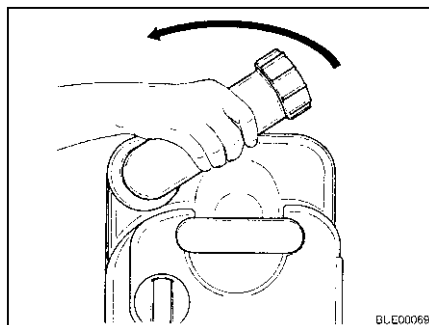

Bild 260 Entleerungsstutzen drehen
- Entleerungsstutzen nach oben drehen (Bild 260).